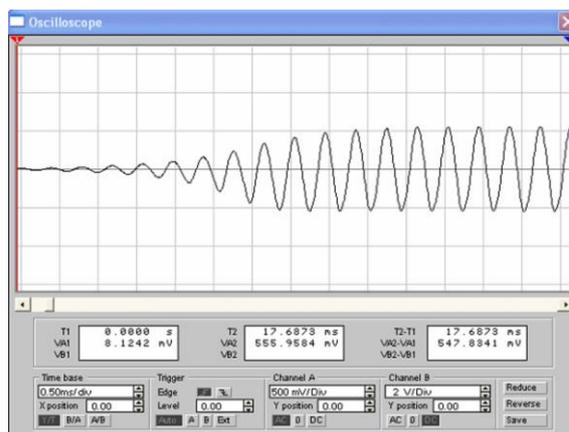

Рис. 2 – наблюдение самовозбуждения генератора
7. На экране можно просмотреть запись осциллограммы, начиная от момента включения схемы (рис. 2).